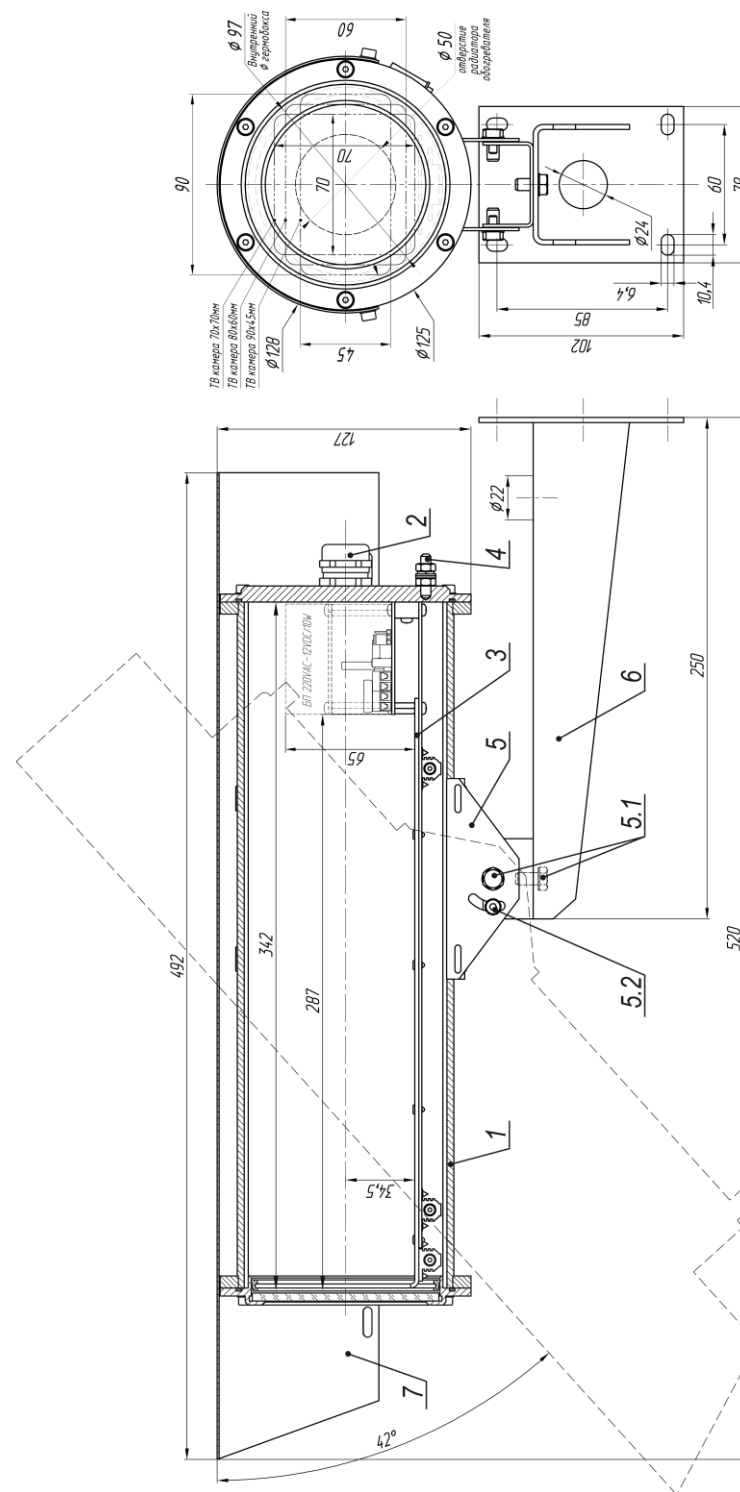

Рис.1 Состав и габаритно-установочные размеры ТГБ-9У
2. Выдвинуть модуль видеокамеры (поз.3 рис.1) из кожуха.
8. Ослабив болты и винты фиксации шарнира (поз.5.1 и 5.2 рис.1), установить гермобокс на нужное направление обзора, после чего надежно зафиксировать шарнир затянув выше перечисленные болты и винты.
9. Заземлить гермобокс с помощью болта заземления (поз.4 рис.1).
В состав изделия входят (см. рис.1):